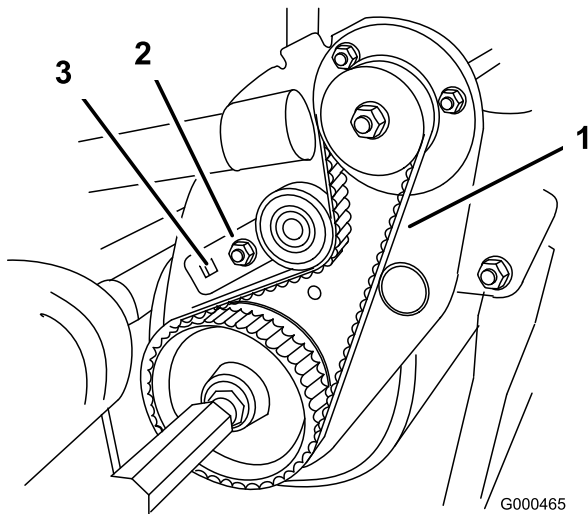

図 41
- B. 3/8インチのトルクレンチでアイドラ・ブラケットを 0.86～0.97 kg.m のトルクで回転させてベルトに張りを与える（図 41）。トルクレンチの設定が狂わないように注意しながら、ベアリング・ハウジング取り付けナットを締め付ける。（タング・ワッシャは、ベルトのスリップを防止するためのものである）。ベルトを強く張りすぎないように注意すること。